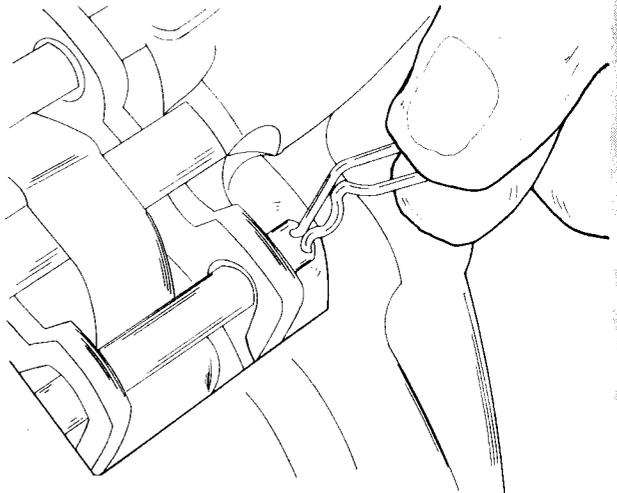

Bild 187
- Mit einem kleinen Schraubenzieher die beiden Sicherungsspangen der beiden Haltestifte für die Bremsklötze herausdrücken (Bild 187). Die Spangen sitzen an der Oberseite des Bremssattels.